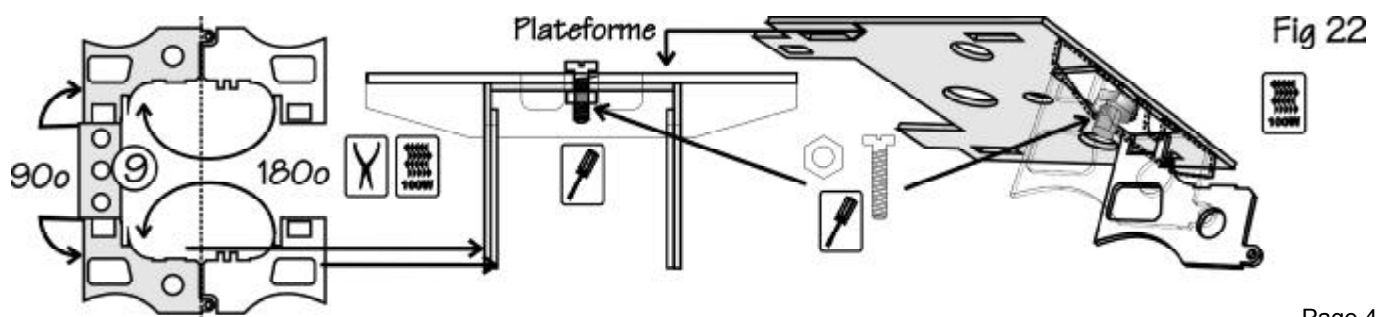

Fig 22
6.2 : Replier les parties représentées en blanc sur la figure 22 à l'intérieur des parties représentées en gris, replier l'ensemble de manière à former les deux bouts de longerons puis souder.